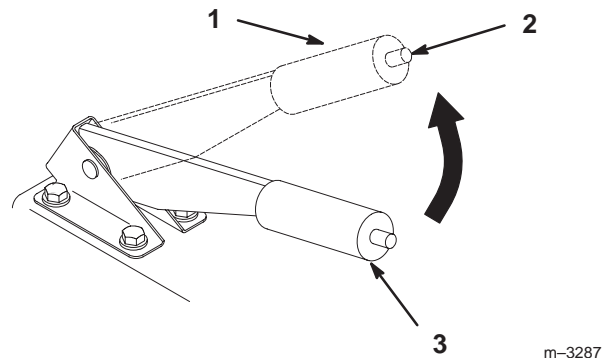

Figure 7
2. Tirez sur le frein de stationnement pour le serrer (Fig. 7). Une fois serré, le frein de stationnement ne doit plus bouger.
1. Appuyez sur le bouton situé au bout du levier de frein et abaissez le levier pour le desserrer (Fig. 7).